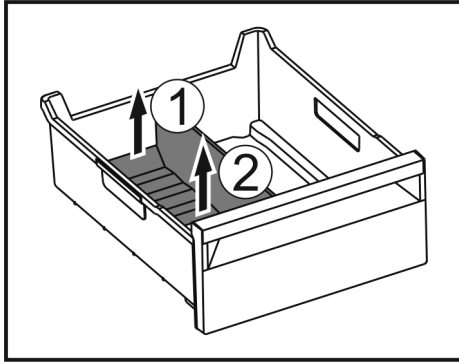

Fig. 195
- ▶ Emelje meg a jégkész-eltávolító hátsó részét. Fig. 195 (1)
- ▶ Vegye ki a jégkész-eltávolítót felfelé. Fig. 195 (2)